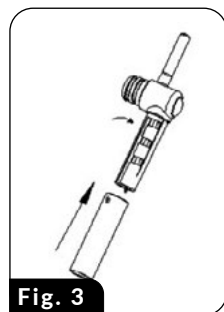

Fig. 3
1. Posiziona le tazze piccole su un supporto estraibile (6) dopo averle estratte in precedenza.
2. Due grandi fori nel supporto (6) e nella griglia (9) si trovano direttamente sotto l'uscita del caffè della fiaschetta: indicano il posto in cui posizionare correttamente due tazzine.
3. Posizionare una tazza grande direttamente sulla griglia della leccarda (9): il supporto (6) deve quindi essere inserito all'interno del dispositivo.
**ATTENZIONE! Durante la preparazione del caffè CAPPUCCINO o LATTE, assicurati di regolare l'ugello del tubo schiumogeno (22). È inoltre possibile regolare la lunghezza dell'ugello del tubo di erogazione del latte schiumato bloccandolo in diverse impostazioni di lunghezza in modo da adattarlo a diverse dimensioni della tazza (Fig.3).**